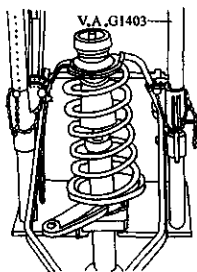

图 3-151 用拉具压缩弹簧
1) 用拉具压住弹簧座圈，压缩压紧弹簧，如图 3-151 所示。如果没有专用工具 V. A. G1403，可用专用工具 VW340 代替。